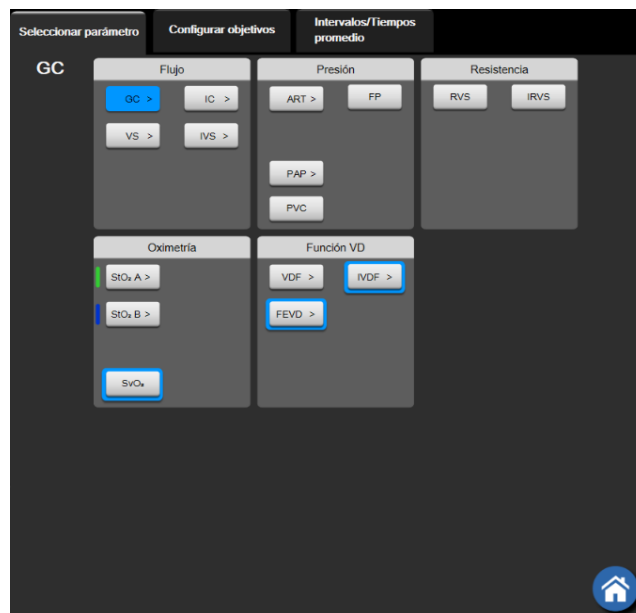

Figura 5-4 Ejemplo de menú de configuración del panel de selección de parámetros clave
- 2 El menú de configuración del panel mostrará el parámetro seleccionado resaltado en color y otros parámetros mostrados en ese momento rodeados en color. Los parámetros disponibles aparecen en la pantalla sin ningún resaltado. figura 5-4 muestra la pestaña de selección de parámetros del menú de configuración del panel que aparecerá al seleccionar parámetros continuos y la monitorización con el módulo Swan-Ganz de HemoSphere. El aspecto de esta ventana al realizar la monitorización con otros módulos o cables de HemoSphere será diferente al mostrado en figura 5-4.
Los parámetros se organizan en categorías. Las categorías se basan en el modo de monitorización utilizado en el momento. Las categorías, enumeradas a continuación, se agrupan en el menú de configuración de selección de parámetros. Consulte figura 5-4.